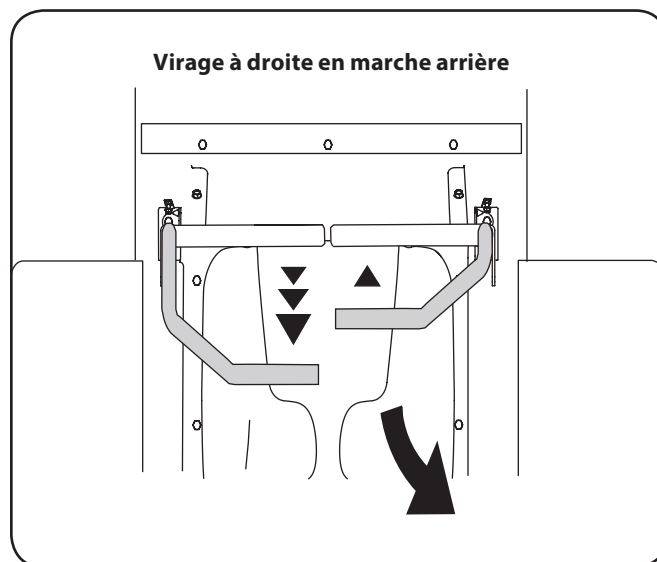

Figure 5-7
- Pour tourner à droite en marche arrière, poussez la barre de conduite droite vers l'avant et tirez la barre de conduite gauche vers vous. Voir Figure 5-7.